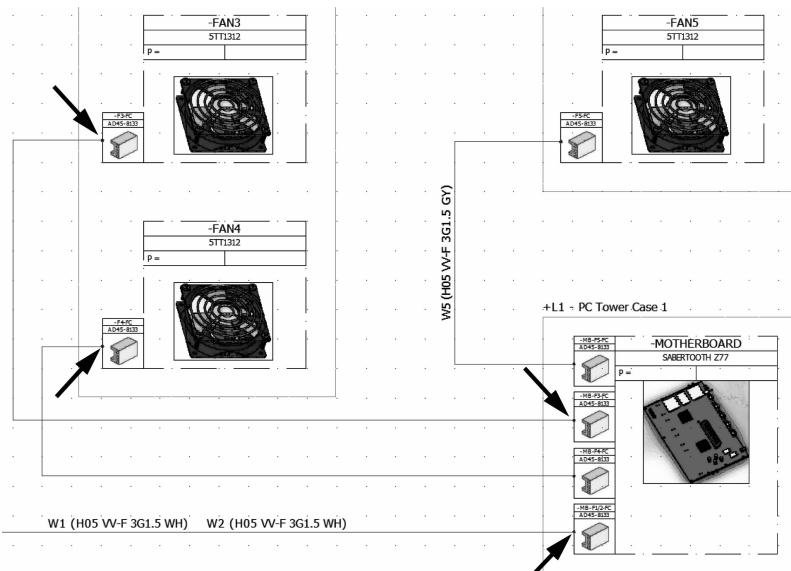

图 1-6 绘制电缆
**步骤8 绘制电缆** 单击【绘制电缆】，如图 1-6 所示绘制连接符号。